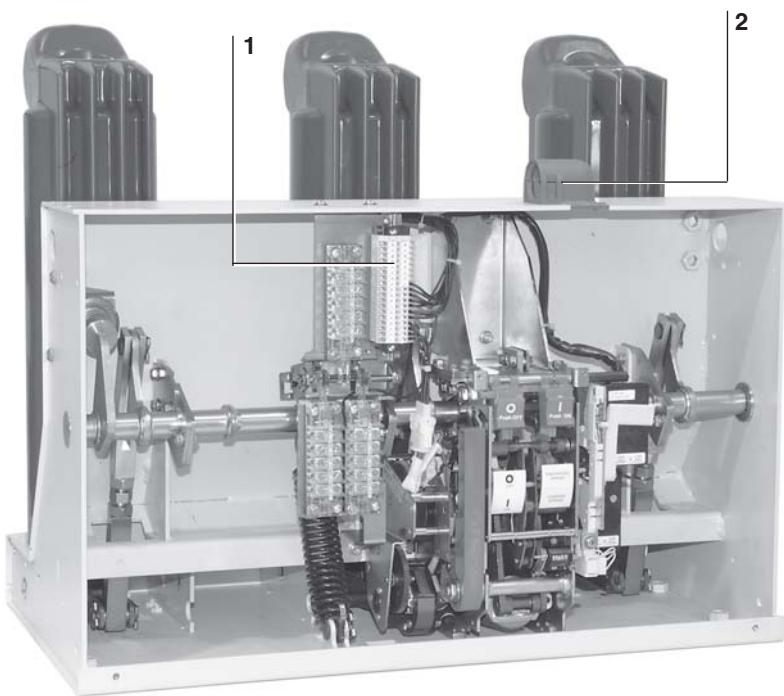

Рис. 10
Подключение вспомогательных цепей выключателя должно выполняться при помощи клеммной колодки (1) (рис. 10), установленной внутри выключателя, а проводники должны проходить через соединение (2).
Для предотвращения случайного контакта кабельной проводки вне выключателя (выполняется заказчиком) и движущихся частей с вытекающим из этого повреждением изоляции, рекомендуется проложить и закрепить проводники так, как показано на рис. 10а.
Рис. 10а